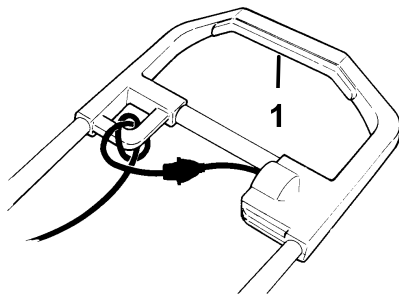

Figura 9
1. Per avviare il rotore premete la barra di comando (Figura 9).